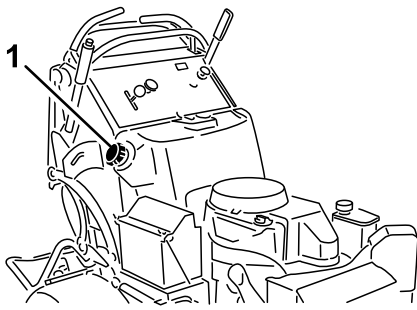

Bild 46
3. Reinigen Sie den Bereich um den Tankdeckel, damit keine Rückstände in den Kraftstofftank gelangen (Bild 46).
6. Saugen Sie mit der Saugpumpe den Kraftstoff in einem sauberen Kraftstoffbehälter (Bild 46).